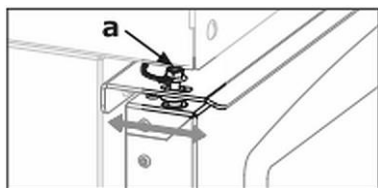
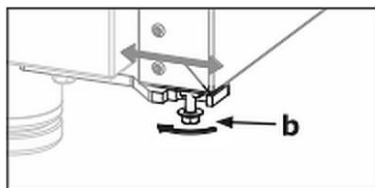

Fig. 56
Fig. 57
1. Desserrez les vis (a-b fig. 56 et fig. 57).